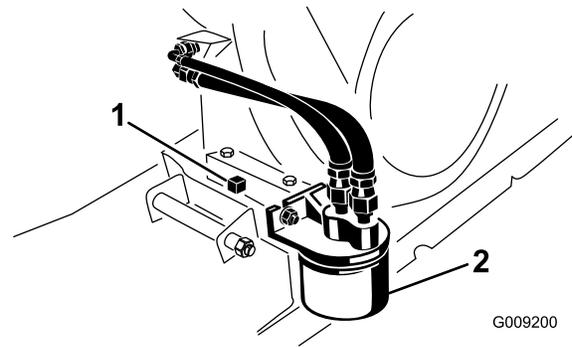

Bild 29
5. Entfernen Sie die Ablassschraube (Bild 29) und lassen Sie das Öl in die Auffangwanne ab. Schrauben Sie die Ablassschraube wieder ein, nachdem das Öl abgelaufen ist.
2. Entfernen Sie den vorhandenen Ölfilter (Bild 29).